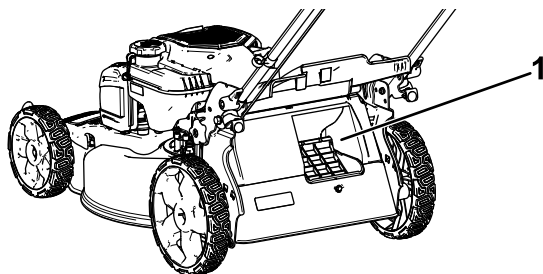

Bild 17
**Wichtig:** Stellen Sie für einen einwandfreien Betrieb den Motor ab, warten Sie, bis alle beweglichen Teile zum Stillstand gekommen sind, entfernen Sie dann Schnittgut und Rückstände von der Klappe des zuschaltbaren Fangkorbs und den umgebenden Öffnungen (**Bild 17**), bevor Sie die Stellung des Hebels für den zuschaltbaren Fangkorb ändern.